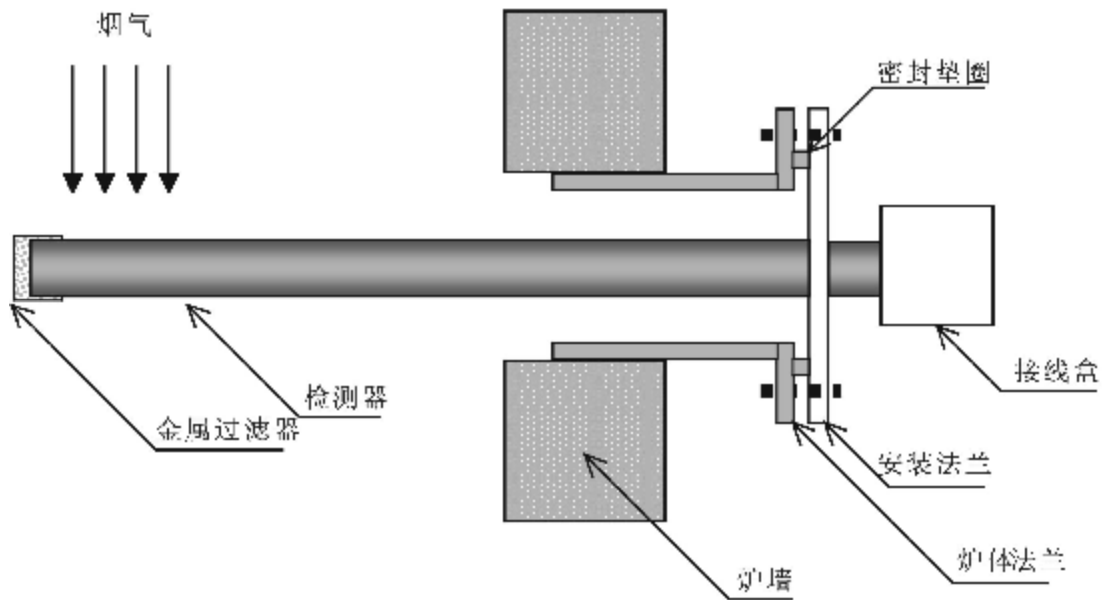

图 10 中低温型检测器安装示意图
- (1) 正确接线，接点扭紧，检查绝缘；
- (2) 炉墙埋管，炉体法兰焊接，各法兰之间一定要密封，不得漏气；
- (3) 探头标准气入口测量前一定是拧紧密封的，只有在通标准气校准时才打开，校准完后重新拧紧密封，参比气口应敞开；
- (4) 低中温型采样方式类同，如图 10、11 所示；